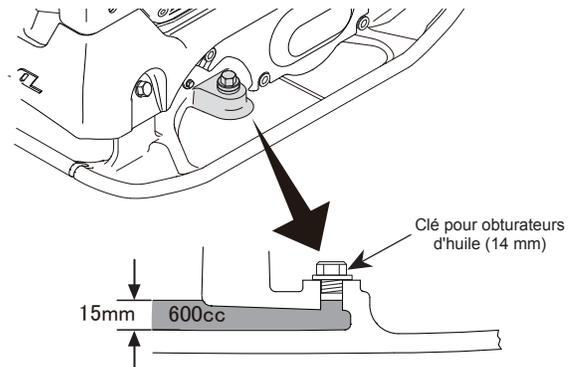

Figure 10. Vérification de l'huile du vibrateur
2. Vérifiez le niveau d'huile du vibrateur en enlevant le bouchon d'huile (jauge d'huile du vibrateur) comme indiqué sur la Figure 10. Nettoyez la jauge d'huile et re-fileté dedans. Enlevez à nouveau la jauge d'huile et vérifiez que le niveau d'huile ne dépasse pas le croisillon du bouchon d'huile. **NE PAS TROP REMPLIR !**